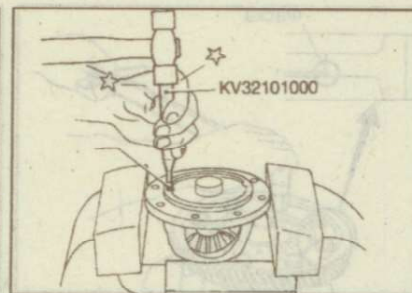

Рис. 9.241. Выбивание цилиндрического штифта крепления оси сателлитов
4. Тонкой выколоткой выбейте цилиндрические штифты крепления оси сателлитов (рис. 9.241). Выбейте ось сателлитов из коробки дифференциала.